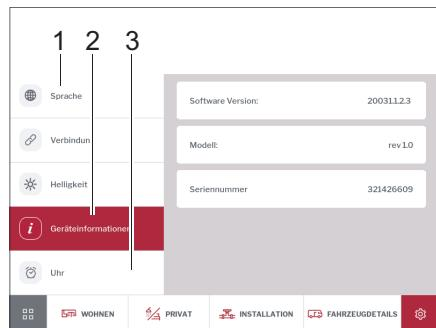

Fig. 292 Lingua, informazioni sul dispositivo, orario
- Digitare il pulsante *Lingua* (Fig. 292,1) e impostare la lingua di display desiderata.
- Digitare il pulsante *Ora* (Fig. 292,3) e impostare l'orario.
- Digitare il pulsante *Informazioni sul dispositivo* (Fig. 292,2).